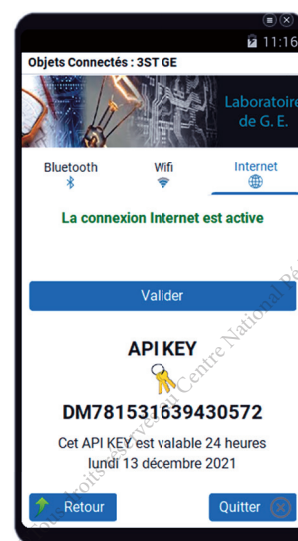

Fig. 8
- Copier sur une feuille le code "API KEY" (figure 8);